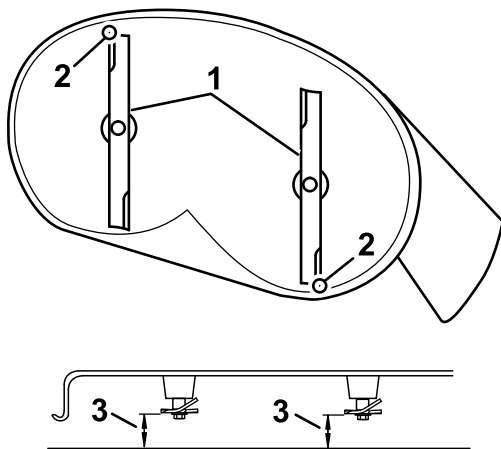

Figura 67
4. Gire cuidadosamente las cuchillas colocándolas en el sentido de avance de la máquina (Figura 67).
5. Mida entre la punta de la cuchilla delantera y la superficie plana y entre la punta de la cuchilla trasera y la superficie plana (Figura 67).